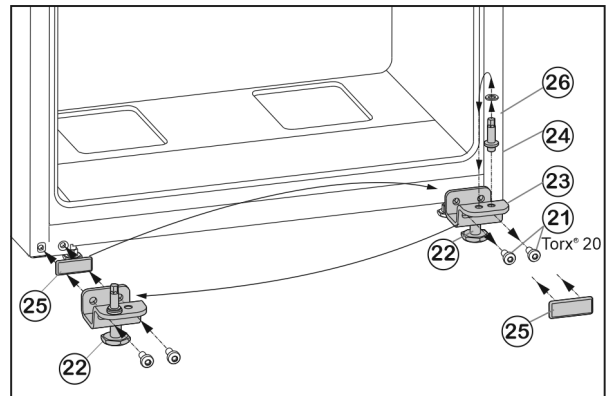

Fig. 7
- ▶ Открутите крепежные винты Fig. 7 (21).
- ▶ Снимите нижний опорный кронштейн Fig. 7 (23) вместе с опорным пальцем Fig. 7 (24), шайбой Fig. 7 (26) и регулируемой опорой Fig. 7 (22).
- ▶ Открутите опорный палец Fig. 7 (24) вместе с шайбой Fig. 7 (26) и, переставив в отверстие на противоположной стороне опорного кронштейна, снова прикрутите.
- ▶ Аккуратно снимите защитную пластину Fig. 7 (25) и переставьте ее на противоположную сторону.
- ▶ Прикрутите нижний опорный кронштейн Fig. 7 (23) вместе с опорным пальцем Fig. 7 (24), шайбой Fig. 7 (26) и регулируемой опорой Fig. 7 (22) с новой стороны шарнира (с моментом 4 Нм), при необходимости используйте аккумуляторный шуруповёрт.
- ▶ Установите дверь сверху на опорный палец Fig. 7 (24).
- ▶ Выверните регулируемую опору Fig. 7 (22) на нижнем опорном кронштейне Fig. 7 (23) до ее соприкосновения с полом.